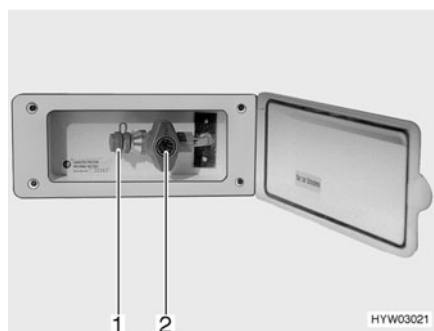

Fig. 124 Raccordement externe de gaz avec robinet d'arrêt de gaz fermé
Le raccordement externe de gaz (Fig. 124) se trouve, selon les modèles, à l'arrière ou sur le côté gauche du véhicule.
- Raccorder l'appareil à gaz externe sur le raccord (Fig. 124,1).
- Ouvrir le robinet d'arrêt de gaz (Fig. 124,2).